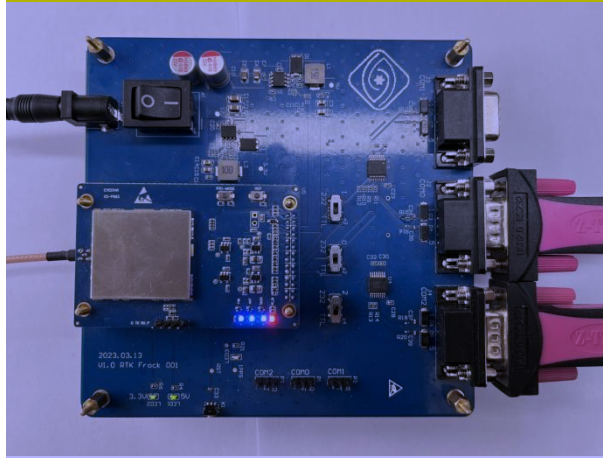

图 4-3 连接串口与电源
- 连接 12V 适配器到 EVK 的电源，启动 P684-D 板卡，如图 4-3 所示；